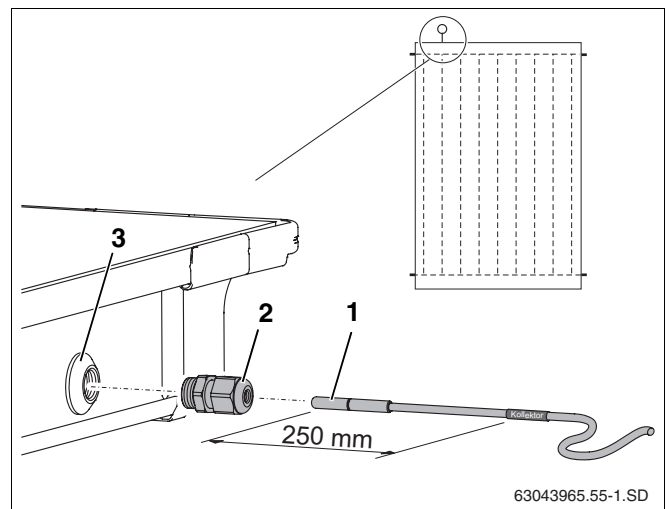

Fig. 54 Deslizar la sonda en el colector
Para que la instalación solar funcione correctamente es necesario deslizar la sonda del colector (fig. 54, **pos. 1**) hasta el tope (corresponde a aprox. 250 mm) en el tubo guía de la sonda.
- ▶ Perfore con la sonda del colector o con un destornillador la capa de impermeabilización del paso de la sonda (fig. 54, **pos. 3**).
- ▶ Enrosque el prensaestopas (fig. 54, **pos. 2**) en el paso de la sonda.
- ▶ Apriete el prensaestopas (fig. 54, **pos. 2**) y, en caso necesario, haga contrafuerza.
Si ha perforado el paso de la sonda (fig. 54, **pos. 3**) del colector equivocado, puede volver a impermeabilizarlo con el tapón incluido en el juego de conexión. Previamente debe retirar la tuerca que se encuentra en el paso de la sonda con la ayuda del pasacable (fig. 54, **pos. 2**).